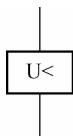

图 3-42 欠电压继电器
- (1)单击功能条中的按钮,开启正交模式。
- (2)单击功能条中的按钮,打开对象捕捉,选择捕捉中点、节点类型。
- (3)执行“矩形”命令,任意指定一点为第一个角点,绘制 6 mm×3 mm 的矩形。
- (4)执行“直线”命令,任意指定矩形顶边中点作为起点,竖直方向向上绘制长度为 4 mm 的直线。
- (5)执行“直线”命令,任意指定矩形底边中点作为起点,竖直方向向下绘制长度为 4 mm 的直线。
- (6)执行“文字”命令,输入图 3-42 所示文字,完成欠电压继电器的绘制。